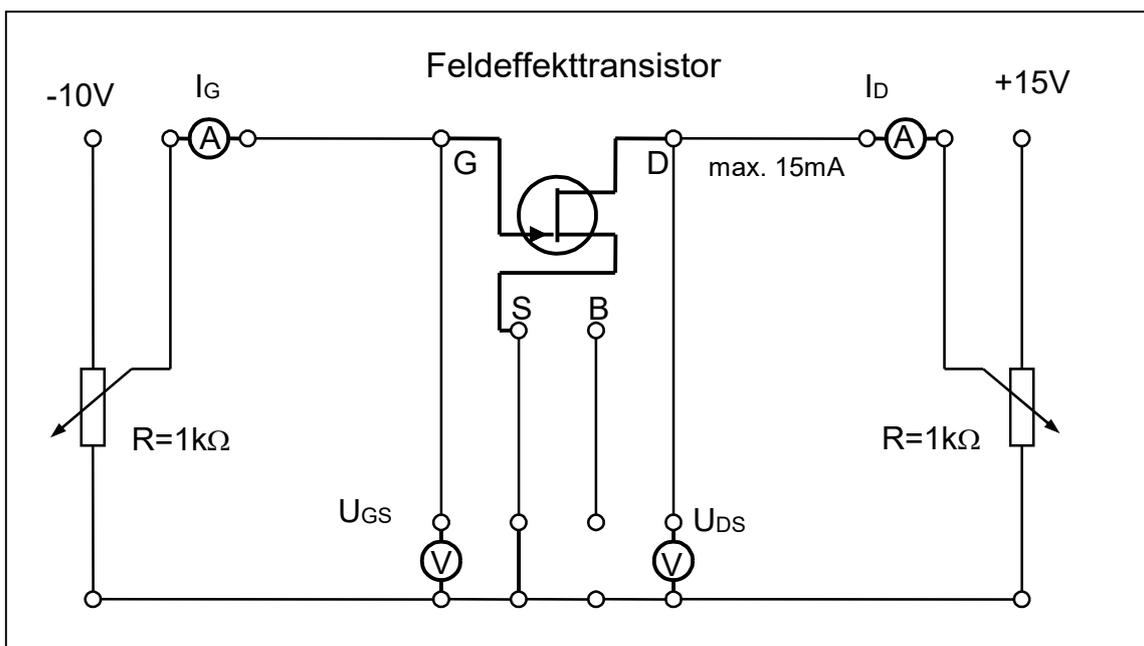

Bild 2 Messschaltung zur Aufnahme der SFET-Kennlinien in Sourceschaltung (n-Kanal)
3.1.1 Ermitteln Sie messtechnisch die Kennlinien des vorliegenden n-Kanal-Sperrschicht-Feldeffekttransistors (BF 244, selbstleitend) in Sourceschaltung und tragen Sie die Werte in Diagrammen auf (Messschaltung siehe Bild 2).